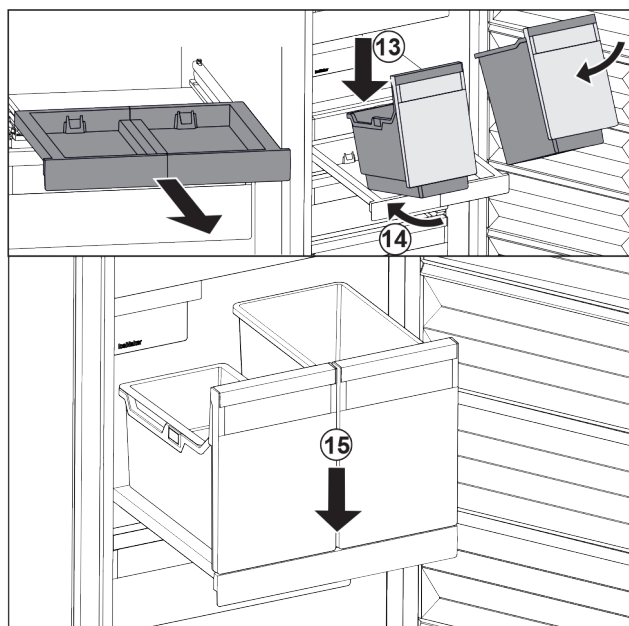

Fig. 29
- ▶ Założyć pojemnik pod skosem na wysuwaną półkę. Fig. 29 (13)
- ▶ Wsunąć pojemnik pod skosem do tyłu. Fig. 29 (14)
- ▶ Osadzić pojemnik z przodu. Fig. 29 (15)